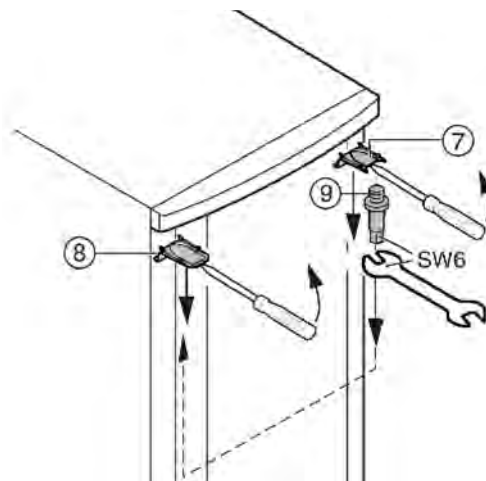

Рис. 6
- ▶ Открепите сверху отверткой крышку (рис. 6 (7)) и крышку спереди (рис. 6 (8)) и снимите крышки, потянув наружу и вниз).
- ▶ Выкрутите опорный стержень (рис. 6 (9)) и плотно вкрутите его в месте установки с противоположной стороны (**с моментом затяжки 4 Нм**).
- ▶ Повторно установите крышку (рис. 6 (7)) на стороне опорного стержня: вставьте сзади, защелкните спереди.
- ▶ Установите крышку (рис. 6 (8)) с противоположной стороны: вставьте сзади, защелкните спереди.
- Навесьте дверь сверху на опорный стержень (рис. 6 (9)).